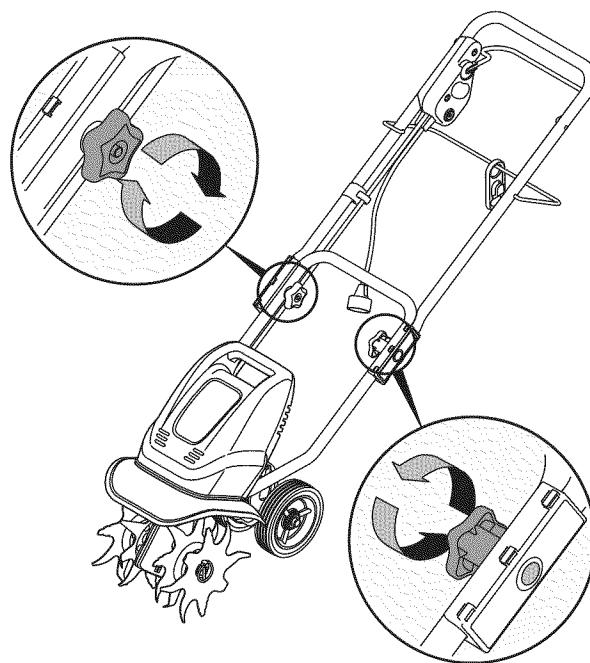

Fig. 2
3. Mantenga la manija en su lugar mientras atornilla las perillas a los pernos (Fig. 2).